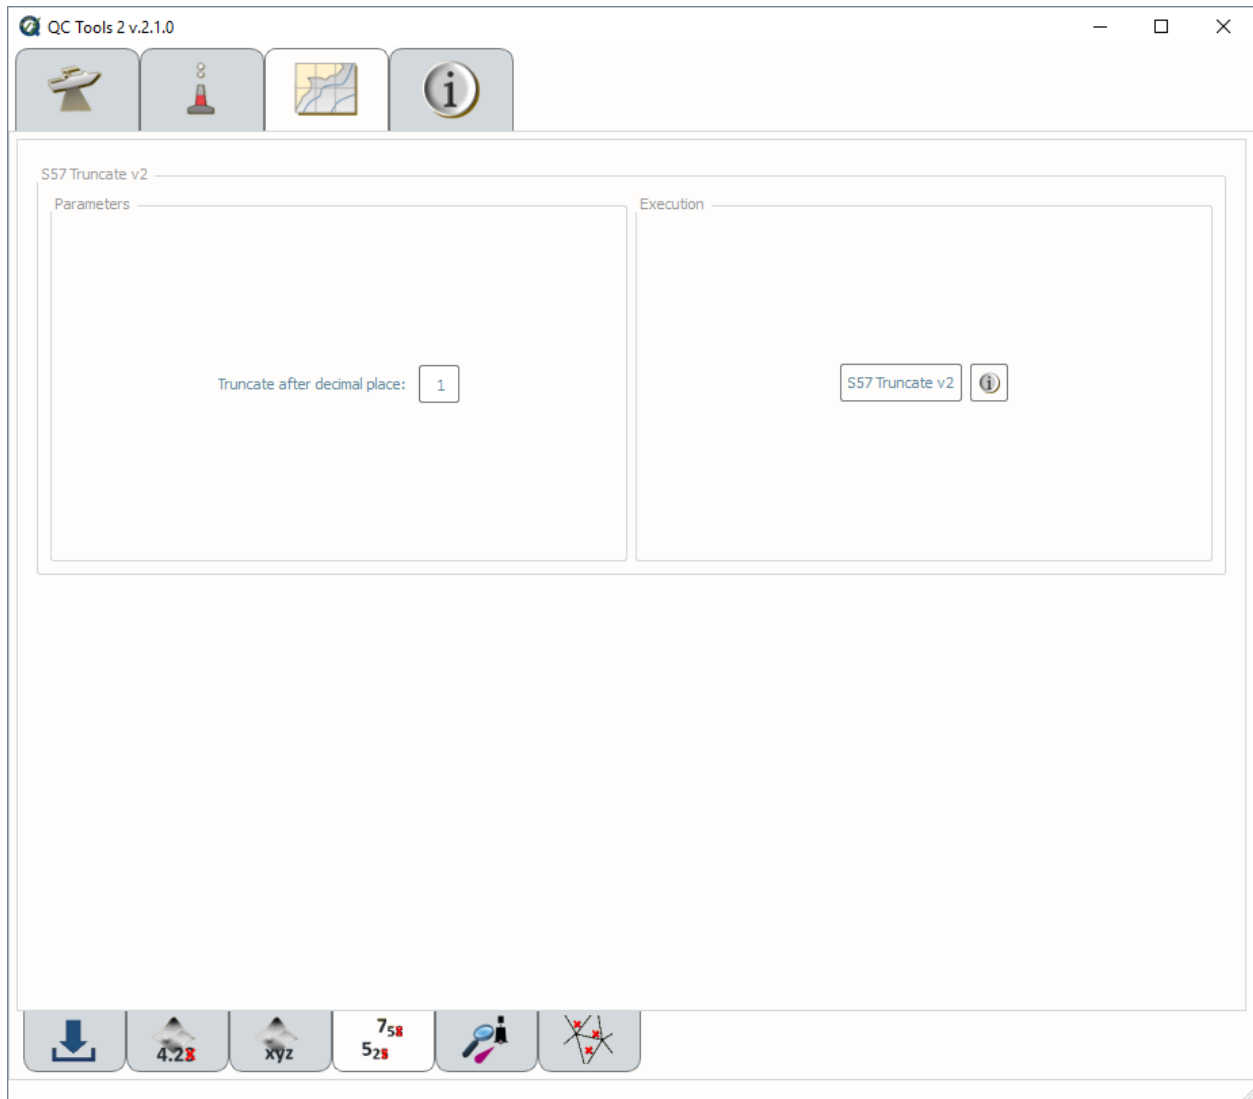

Fig. 2.41: S57 Truncate.
- In **Execution** (Fig. 2.41), click **S57 Truncate v2**.